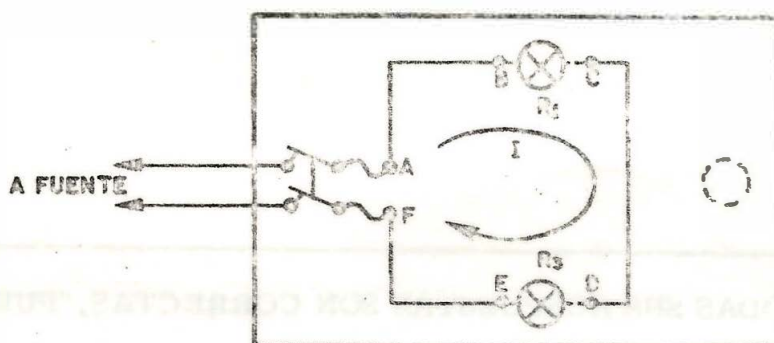

FIGURA 3
1. Tome el tablero para el montaje de circuitos en serie y proceda a conectar los receptores R_1 y R_2 que pueden ser un bombillo de 40W, 110V - 150V y otro bombillo de 60W, 110V - 150V, como se muestra en la figura 3.